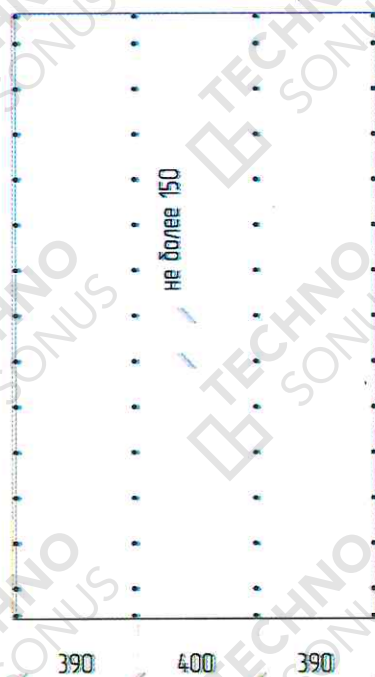

Рисунок 18 – Схема расположения и шага саморезов на финишном слое АкустикГипс ГКЛЗ
6.3. Установить и закрепить финишный слой листов АкустикГипс ГКЛЗ. Шаг саморезов не более 150 мм параллельно утоненной кромки и 400 мм вдоль ширины листа (1200 мм) (рисунок 18). Лист не должен начинаться с утоненной кромки и не должен заканчиваться ей же. Стыковка листов АкустикГипс ГКЛЗ возможна только по утоненной кромке или по отрезному краю. Не допускается стыковка утоненной кромки и отрезного края. Швы между листами не заполняются виброакустическим герметиком Сонетик. Для фиксации финишного слоя АкустикГипс ГКЛЗ применяются саморезы TC-XTN F 3,9x41. Шляпка самореза не должна быть утоплена в слой гипса более чем на 1 мм. Саморезы должны отстоять от края торцевой кромки листов на расстоянии не менее 15 мм и утоненной кромки – не менее 10 мм.